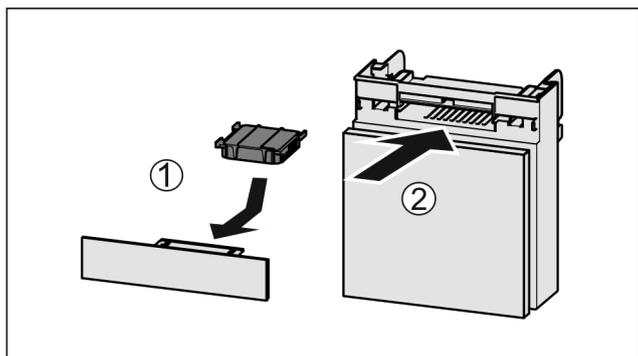

Fig. 152
- ▶ Inserte Fig. 152 (1) el filtro de carbón activado según se indica en la ilustración.
- ▶ Inserte Fig. 152 (2) el compartimento.